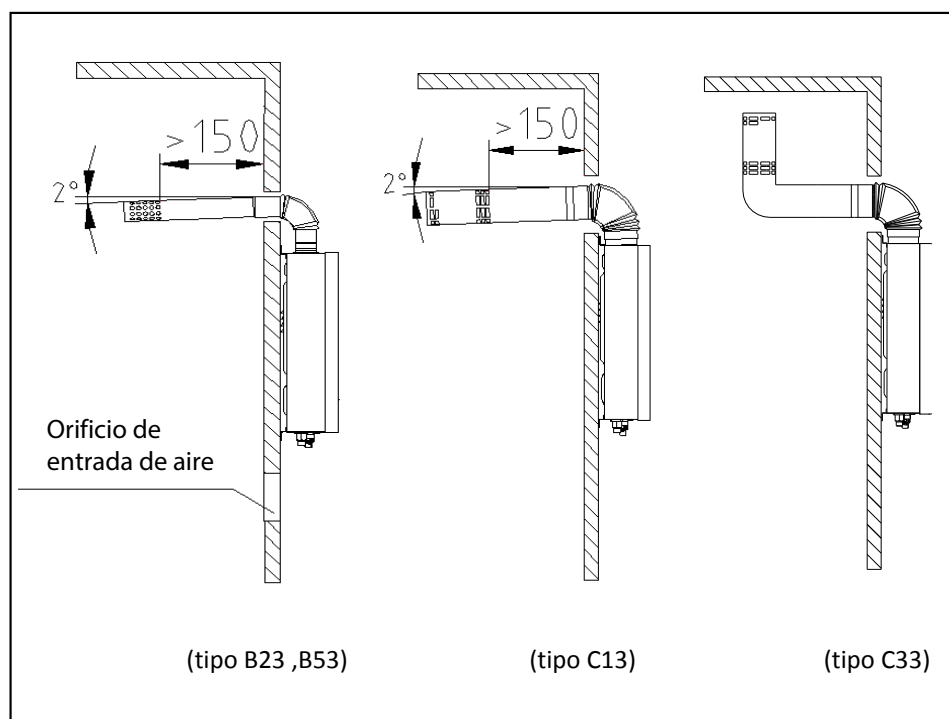

Fig. 11
- (1) Por favor, utilice el tubo suministrado por nuestra empresa, refiriéndose a la Fig. 11 sobre el método de instalación. Si el conducto de la chimenea es demasiado corto, puede extenderlo adecuadamente. Revise el conducto de la chimenea y vea si hay daños o fugas cada medio año.
- (2) La longitud del conducto de la chimenea debe ser inferior a 8m.
- (3) La distancia horizontal del conducto de la chimenea cuanto más corta sea mejor. El extremo del conducto de la chimenea debe tener una inclinación descendente (Fig. 11), para permitir que el agua de condensación salga.
(1) Por favor, utilice el tubo suministrado por nuestra empresa, refiriéndose a la Fig. 11 sobre el método de instalación. Si el conducto de la chimenea es demasiado corto, puede extenderlo adecuadamente. Revise el conducto de la chimenea y vea si hay daños o fugas cada medio año. Instale la chimenea después de que el cuerpo del calentador esté fijo. En primer lugar, coloque la chimenea fija a través del agujero en la pared, luego inserte el codo en la salida de escape del calentador suavemente, el extremo de la chimenea debe tener una inclinación descendente de 2° (Fig. 11), de lo contrario la lluvia puede fluir hacia el calentador y dañarlo.
(2) La longitud del conducto de humos debe ser inferior a 4 m, y el número de codos no debe ser superior a 4 (un codo equivalente a un tubo recto de 1 m).